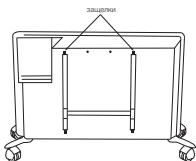

Рис. 4
- освободить настенный кронштейн от конвектора, необходимо следующим образом: нажмите на защелки и потяните кронштейн на себя нажав вниз на две защелки (рис. 4);
тирать мягкой тряпкой или влажной губкой. Ни в коем случае не используйте абразивные, пеномоющие средства и растворители. Произвести чистку пространства позади установленного на стене обогревателя довольно несложно. Нажмите вниз две защелки (рис. 4) на задней стенке обогревателя, и потяните сам обогреватель вперед. После того, как он будет снят, можно будет вымыть стенку, на которой он был установлен.